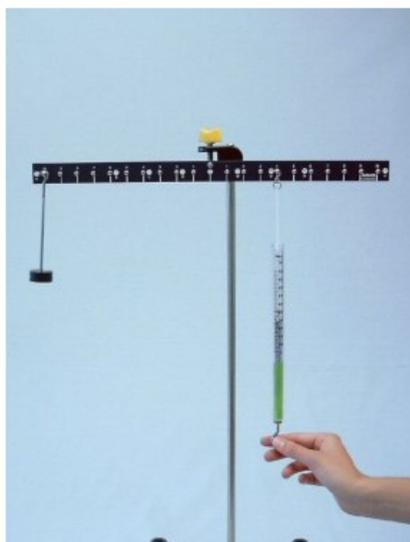

Fig. 8
- Sposta il dinamometro successivamente alle tacche 8, 6, 4 e 2 sul lato destro e misura la forza F per ciascuna posizione (Fig. 8). Registra tutti i valori in Tabella 2.